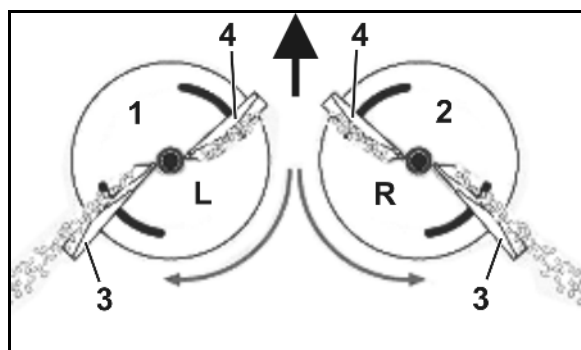

Рис. 19
- левый распределяющий диск (Рис. 19/1) с маркировкой **L**.
- правый распределяющий диск (Рис. 19/2) с маркировкой **R**.
- длинная (Рис. 19/3) - шкала настройки со значениями от 35 до 55.
- короткая (Рис. 19/4) – шкала настройки со значениями от 5 до 28.